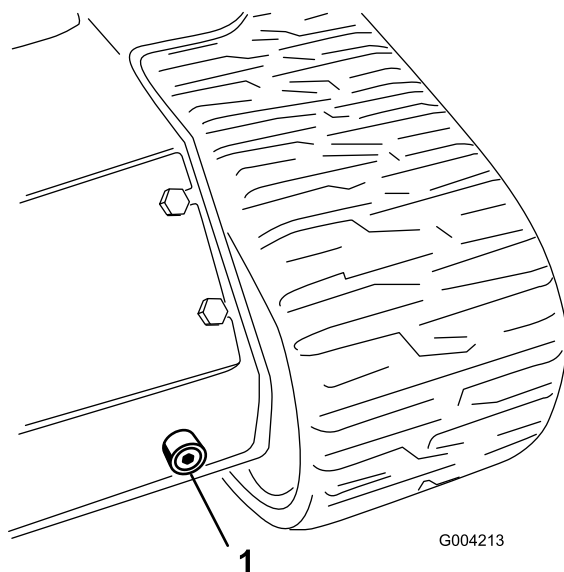

Рисунок 62
6. Разместите большой сливной поддон (емкостью 57 литров) под сливной пробкой в передней части машины (Рисунок 62).
7. Снимите сливную пробку и дайте маслу стечь в поддон (Рисунок 62).